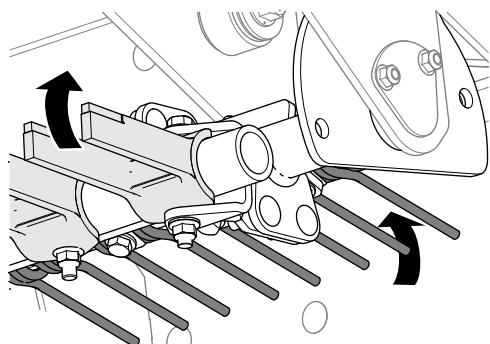

図 15
5. マルチツールアームを回転させて、使用したいプラウタインを選択する図 15。